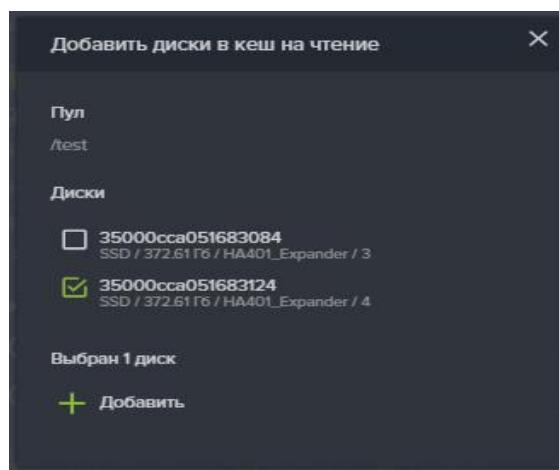

Рисунок 40. Добавление в пул кэш на чтение
- Нажмите на кнопку «Добавить диски в кэш на чтение», откроется одноименное окно (см. Рисунок 40);